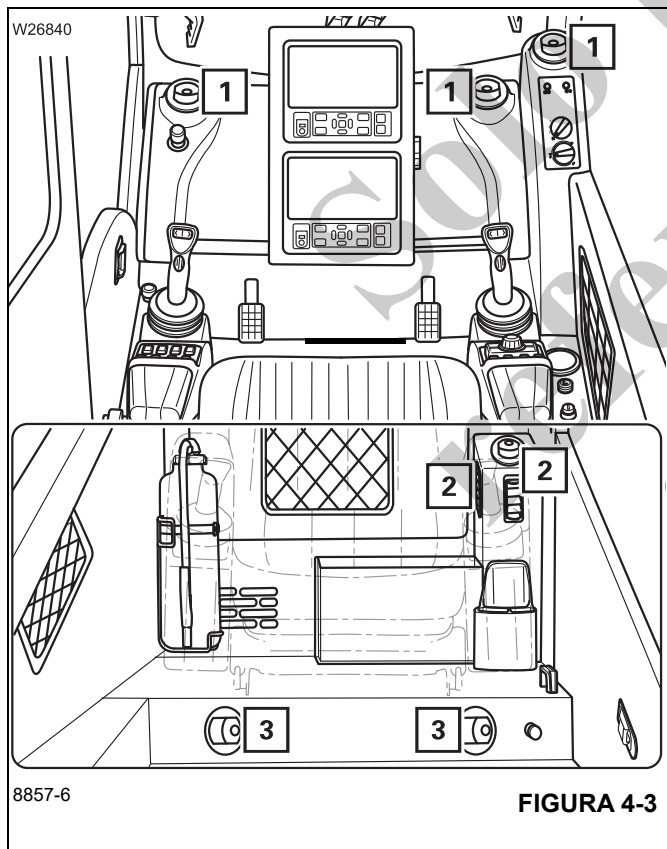

FIGURA 4-3
Gire el interruptor como se muestra. Consulte la sección (Figura 4-3).
- Parabrisas y zona central desde los registros de aire (1), (Figura 4-3).
- Zona de los pies desde los registros de aire (3).
- Todos los registros de aire (1) a (3).